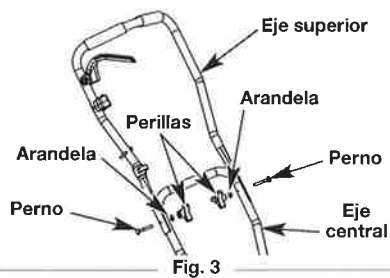

Fig. 3
4. Alinee los agujeros del eje superior con los agujeros que están en el extremo superior del eje central (Fig. 3).
NOTA: Asegúrese de que el doblez en "V" de la manija esté apuntando hacia arriba, de modo que el control del regulador quede a la derecha cuando el operador se pare en la posición de funcionamiento (Fig. 3).
5. Inserte un perno hexagonal con base en cada uno de estos dos agujeros (Fig. 3).
6. Ponga una arandela y una perilla en cada tornillo (Fig. 3). Apriete firmemente las perillas.